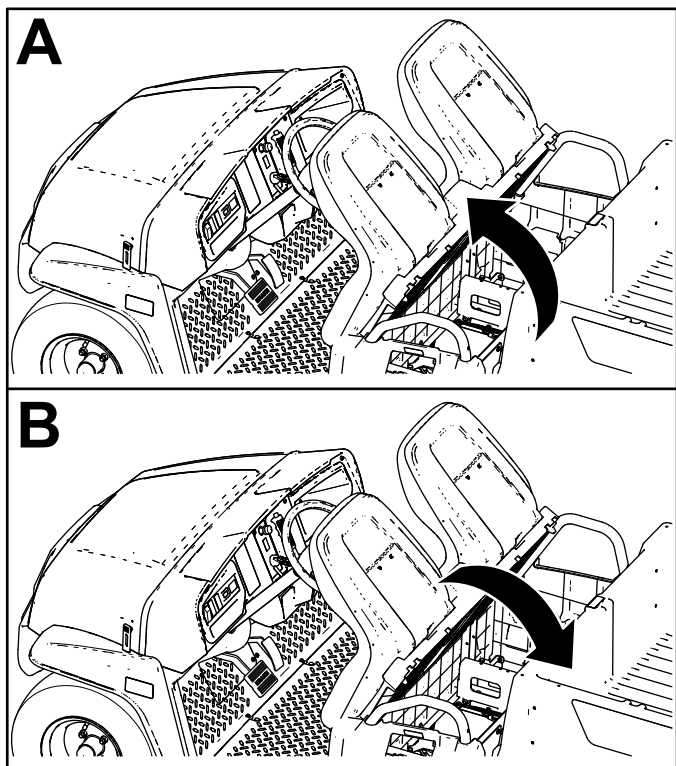

Figura 26
Para elevar el conjunto de asientos, empuje el conjunto de asientos hacia adelante hasta que descansa sobre el volante (Figura 26).
Para bajar el conjunto de asientos, empuje el conjunto hacia atrás hasta que encaje en su posición inicial (Figura 26).
1. Empuje el conjunto de asientos hacia adelante a la posición elevada (Figura 26).